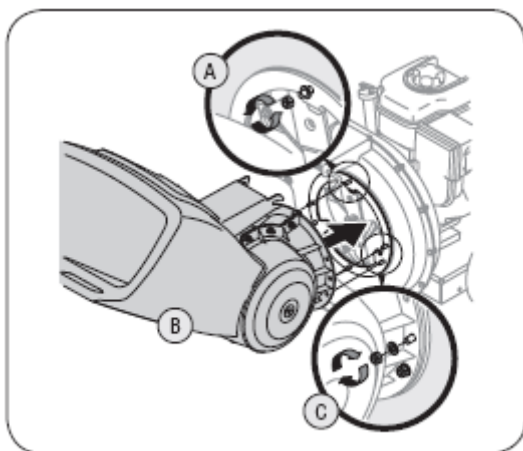

Figure 1
(см. рисунок 1)
1. Снимите шесть гаек и прокладки с приваренных шпилек на корпусе рабочего колеса. Не удаляйте опорную пластину (смотри рисунок 1)